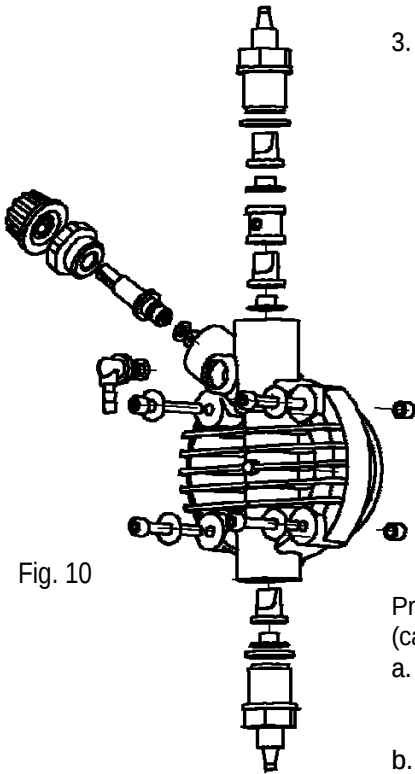

Fig. 10
3. Eliminare dal corpo pompa tutto il liquido presente, smontando e rimontando il corpo pompa utilizzando le quattro viti di fissaggio, coppia di serraggio 180÷200 NxcM (Fig. 10).
2. Controllare almeno ogni 6 mesi il funzionamento della pompa, la tenuta delle viti e delle guarnizioni, per liquidi particolarmente aggressivi effettuare controlli anche più frequenti, controllare in particolare la concentrazione dell'additivo nell'impianto; una riduzione di tale concentrazione potrebbe essere determinata dalla usura delle valvole (che in tal caso vanno sostituite facendo attenzione nel rimontarle come in Fig. 10) o dall'intasamento del filtro che va pulito come al successivo punto 3.
Per effettuare questa operazione, se l'apparecchiatura non è fissata all'impianto si può farla pulsare per pochi secondi (15-30) tenendola capovolta e senza tubetti collegati ai raccordi, se ciò è impossibile smontare e rimontare il corpo pompa (Fig. 10), attraverso quattro viti di fissaggio.
Data la robustezza del sistema, guasti meccanici veri e propri non se ne verificano. Talvolta possono verificarsi perdite di liquido da qualche raccordo o ghiera fissatubo allentati, o più semplicemente dalla rottura del tubetto di mandata. Raramente eventuali perdite potrebbero essere determinate dalla rottura della membrana o dall'usura della guarnizione di tenuta della membrana stessa. Questi componenti in tal caso vanno sostituiti smontando le quattro viti del corpo pompa (Fig. 10), rimontando tali viti, serrarle in modo uniforme con un valore di coppia massima di serraggio raccomandata di 180÷200 NxcM. Una volta eliminata la perdita, occorre pulire la pompa dosatrice da eventuali residui di additivo che ristagnando potrebbero aggredire chimicamente la cassa della pompa.
❶ - LA POMPA DOSATRICE DA IMPULSI MA NON IMMETTE ADDITIVO NELL'IMPIANTO
- Smontare le valvole di aspirazione e mandata, pulirle e rimontarle nella stessa posizione (Fig. 10). Nel caso in cui si riscontrasse un rigonfiamento di dette valvole, verificare sull'apposita tabella la compatibilità dell'additivo con il tipo di valvola montata sulla pompa (valvola standard in Viton® o altro elastomero compatibile; su richiesta sono disponibili le valvole a sfera).